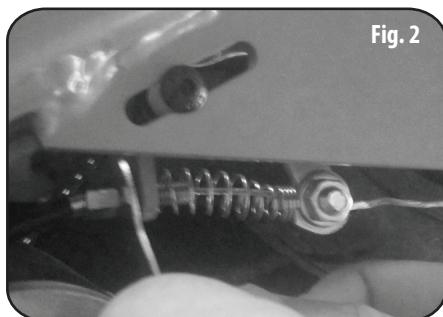

Fig. 2
2. Desserrez l'écrou pour régler le petit espace pour frein (écrou hexagonal fixe) afin de rendre le frein plus sensible (fig. 2).